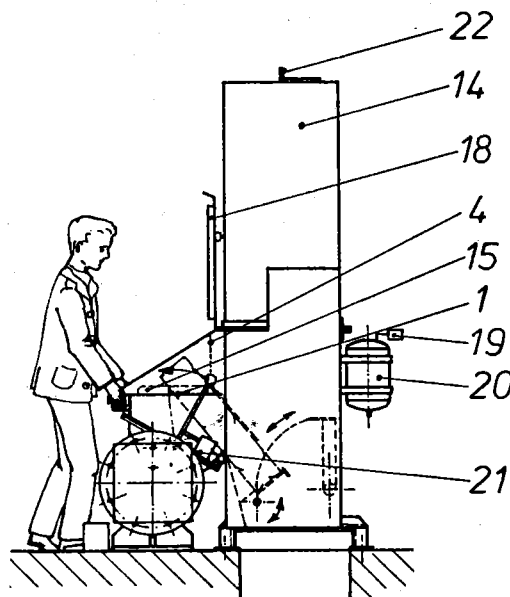

Abb. 9
f) Die Entstaubung des Gerätes (siehe Abb. 9 und Abb. 10)